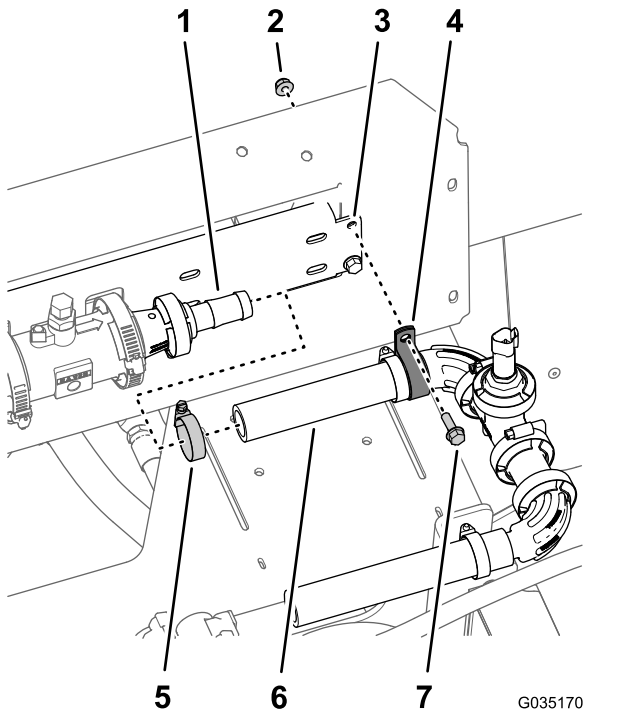

Bild 59
1. Befestigen Sie den Schlauch (1" x 7-1/4"), der am Druckwandler und Verteiler (Bild 59) befestigt ist, am gezahnten Flanschanschlussstück.
2. Befestigen Sie den Schlauch lose mit einer Schlauchklemme am gezahnten Flanschanschlussstück (Bild 59).
3. Befestigen Sie den Druckwandler und den Verteiler mit einer R-Klemme (Bild 59) und der Bundkopfschraube (1/4" x 3/4") und Sicherungsbundmutter (1/4"), die Sie in Schritt 5 in Abnehmen der Auslegerabschnittventile